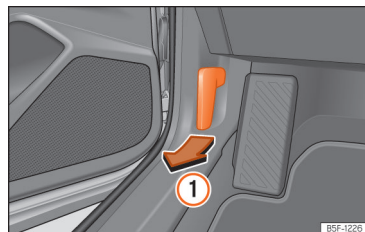

Fig. 205 Alavanca de desbloqueio no espaço para a zona dos pés do condutor.
• Abra a porta e puxe pelo manípulo que existe debaixo do painel de instrumentos >>> **Fig. 205 ①**.